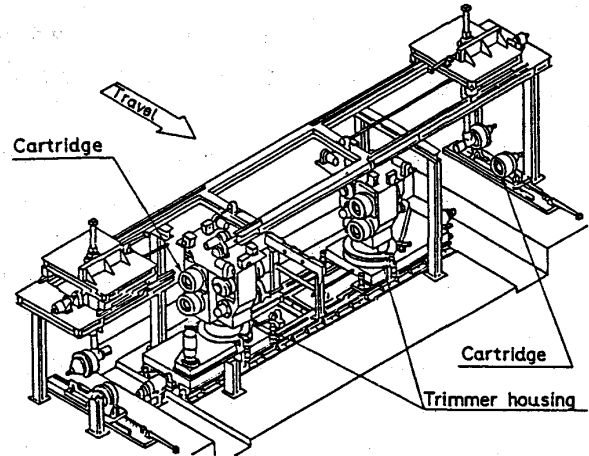

Fig.1 View of trimmer
2. 設備概要 Fig.1に設備概要を示し、次にその仕様を表わす。